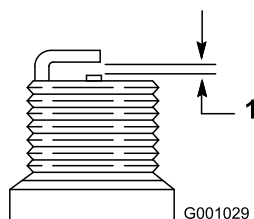

Figure 54
7. Réglez l'écartement des électrodes de la nouvelle bougie à 0,76 mm (Figure 54).